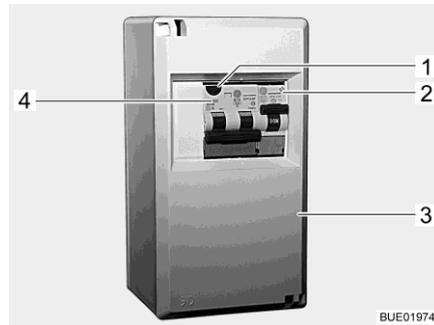
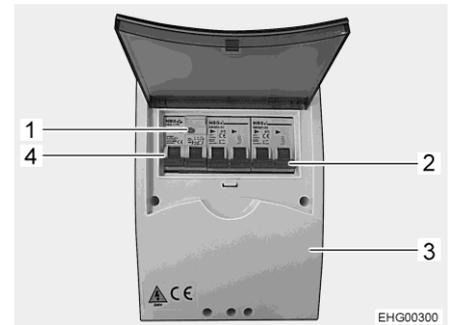

Fig. 144 Caja de fusibles de 230 V
Fig. 145 Caja de fusibles de 230 V (variante)
Un interruptor de corriente de defecto / de protección de línea combinado (Fig. 144,4 ó Fig. 145,4) en la caja de fusibles (Fig. 144,3 ó Fig. 145,3) protege al vehículo completo de corrientes de defecto (0,03 A).
En los vehículos con equipamiento especial (p. ej. la instalación de aire acondicionado), un interruptor de protección de línea adicional (10 A) (Fig. 144,2 ó Fig. 145,2) protegerá el aparato.
■ Si el vehículo está conectado a la alimentación de 230 V, pulsar la tecla de prueba (Fig. 144,1 ó Fig. 145,1). El interruptor de corriente de defecto debe disparar.